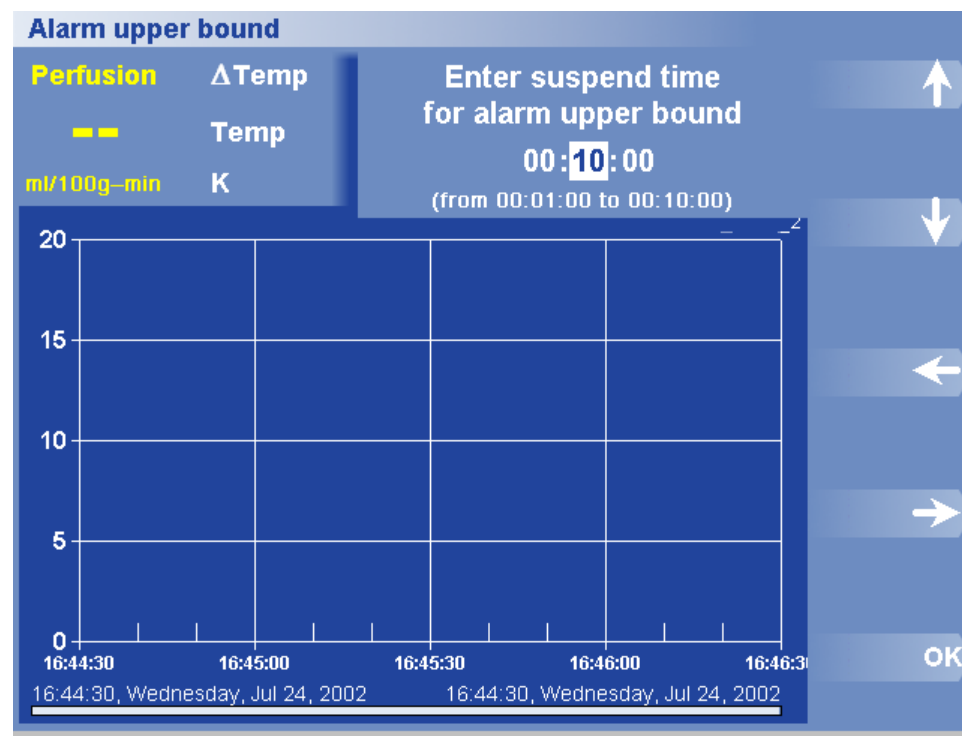

図 28 アラーム上限一時停止時間ダイアログボックスおよびメニュー
2. Suspend Time (一時停止時間) を押します。一時停止時間ダイアログボックスが表示されます (図 28)。